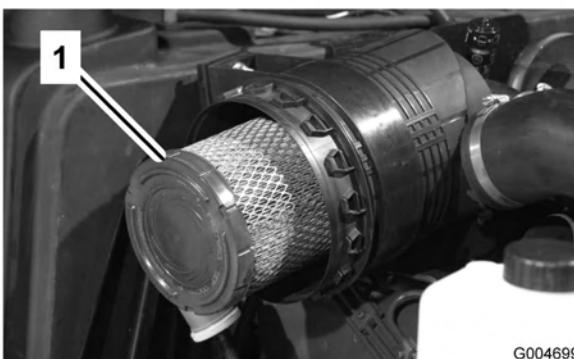

Figura 48
2. Prima di rimuovere il filtro (Figura 48) utilizzate aria compressa a bassa pressione (276 kPa [40 psi], pulita e asciutta) per agevolare la rimozione di grossi detriti depositati tra il filtro primario esterno e il barattolo. Evitate di usare aria ad alta pressione, che potrebbe forzare la morchia attraverso il filtro e nella zona di aspirazione. Questa operazione di pulizia impedisce che la rimozione del filtro primario causi lo spostamento dei detriti nella zona di aspirazione.